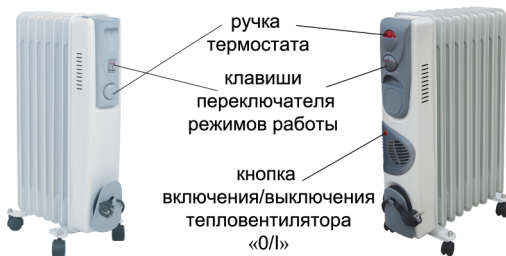

рис. 3
7.4. Для масляного радиатора серии RM03, RM04 и RM07 (рис. 3):